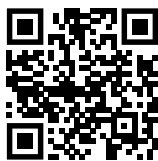

Fig. 128
- ▶ 请打开 Liebherr SmartMonitoring Dashboard。（参见 Fig. 128）